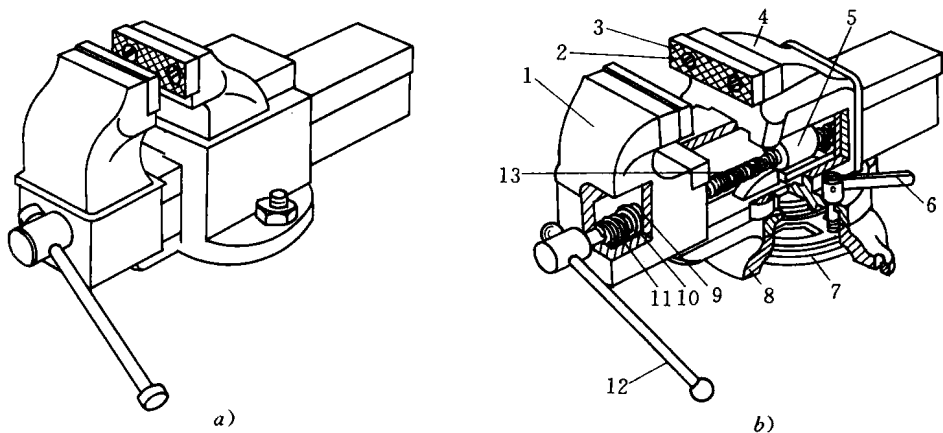

图 1.1 台虎钳
(1)台虎钳(图 1.1) 它是用来夹持工件的通用夹具,有固定式和回转式两种结构类型。图 1.1b 为回转式台虎钳,其构造和工作原理如下: